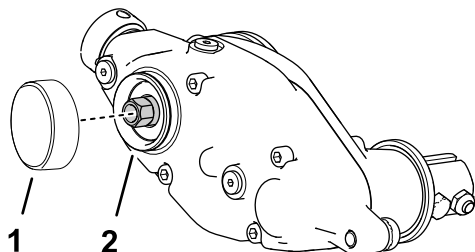

Bild 14
1. Tragen Sie Gewindesperrmittel mittlerer Stärke (z. B. Green Loctite 609®) um die Sprengringrille und die äußere Oberfläche auf (Bild 14).
2. Montieren Sie den Deckel, wie in Bild 14 abgebildet.